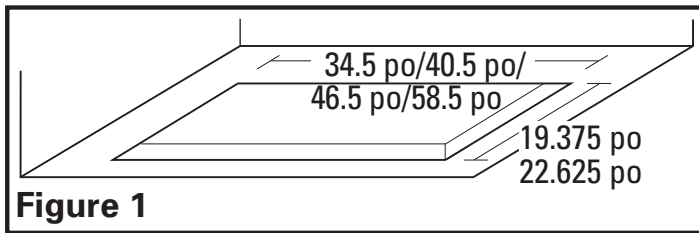

Figure 1
- Taillez un trou d'une grandeur appropriée pour l'armoire dans lequel le revêtement sera monté (**Figure 1**) :